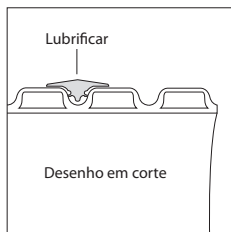

Figura 2
B.1) Lubrificar a parte externa do anel de vedação com pasta lubrificante Amanco (Figura 2);